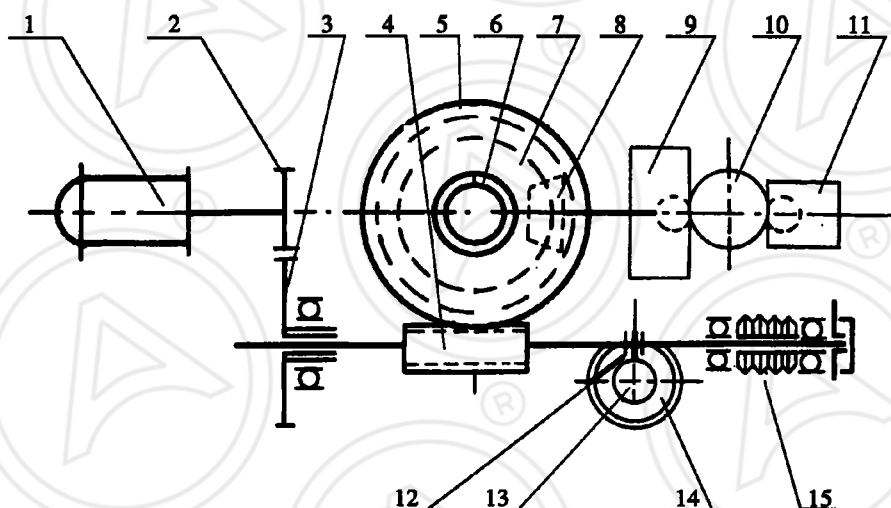

Рис. 1 – Кинематическая схема электропривода.
Вращение от электродвигателя (1) (рис. 1) через цилиндрическую передачу (2), (3) передается на червячный редуктор, состоящий из червячного вала (4) и червячного колеса (5), который обеспечивает вращательное движение выходного вала (6) и через кулачковую муфту преобразуется в поступательное движение штока затвора арматуры.